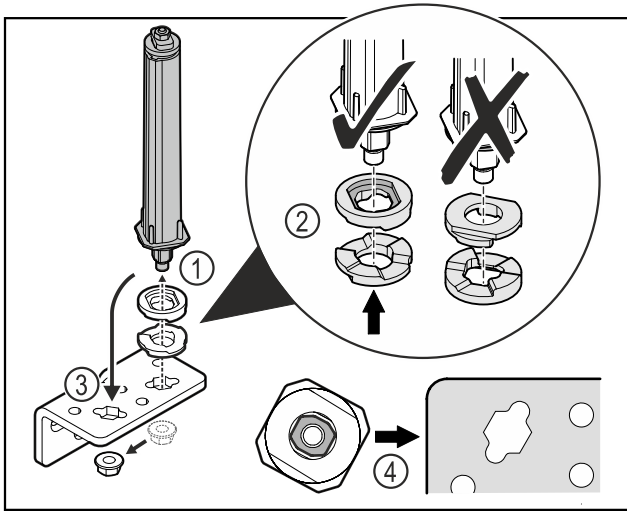

Fig. 27
- ▶ Λύστε το παξιμάδι και αφαιρέστε το σύστημα κλεισίματος πόρτας Fig. 27 (1).
- ▶ Βεβαιωθείτε για τη σωστή ευθυγράμμιση των ροδελών ρύθμισης ύψους Fig. 27 (2).
- ▶ Μεταφέρετε το σύστημα κλεισίματος πόρτας στη γωνία μεντεσέ και στερεώστε με το παξιμάδι Fig. 27 (3).
- ▶ Κατά την τοποθέτηση βεβαιωθείτε για τη σωστή ευθυγράμμιση του συστήματος κλεισίματος πόρτας Fig. 27 (4).